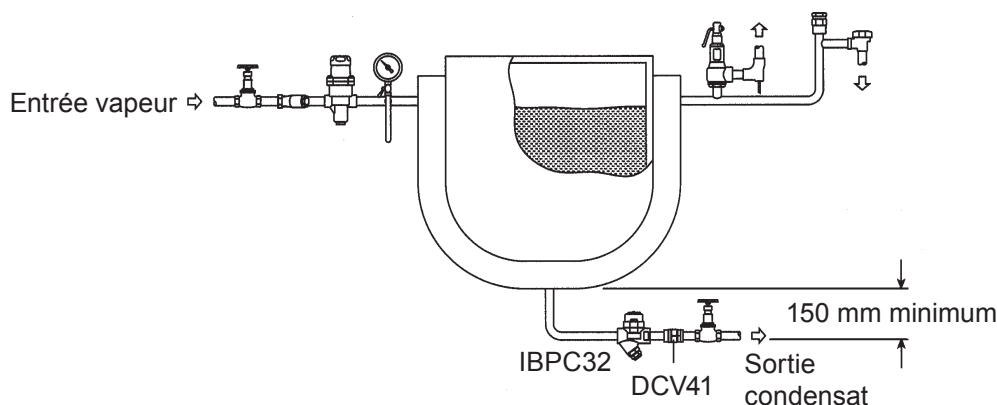

Fig. 3 Equipement d'un petit process
- 3.4** Ces purgeurs doivent être installés en position horizontale, de préférence avec un pot de purge en amont de l'appareil (une hauteur de charge de 150 mm est recommandée). Voir Figure 3.
- 3.5** Un clapet de retenue doit toujours être installé (ex. Le DCV41, voir Fig. 3) lorsque l'évacuation est raccordée à une ligne de retour avec une forte contrepression.